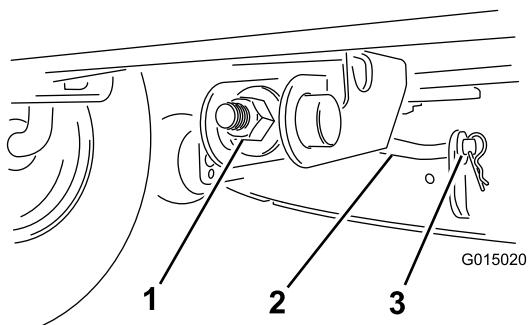

Figura 33
6. Retire el pasador de horquilla y la arandela de la varilla de soporte delantera (Figura 33), y baje el cortacésped con cuidado al suelo.
- Conecte la varilla de soporte delantera a la carcasa del cortacésped con la arandela y el pasador de horquilla (Figura 33).